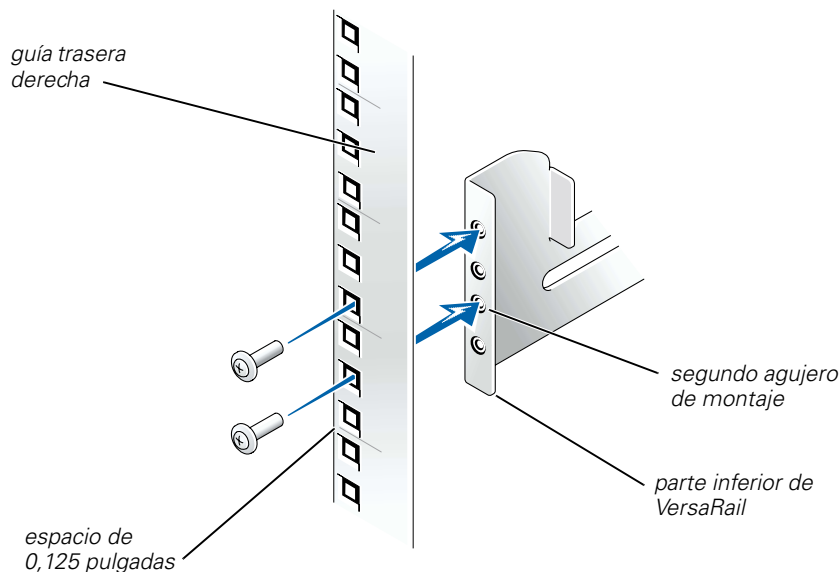

Figura 4-3. Alineación e instalación de VersaRail en la guía vertical trasera
5. Con VersaRail nivelado, ajuste la parte trasera de VersaRail al rack usando dos tornillos Phillips (consulte la Figura 4-3).